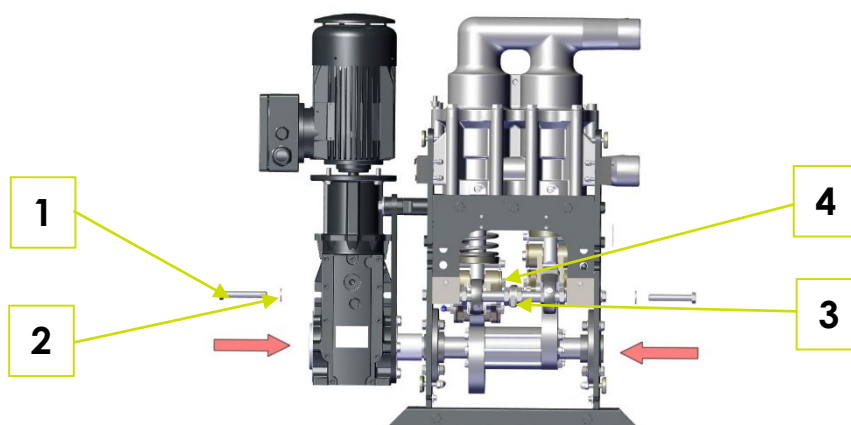

Fig. 7-5 : Montage des axes
2. Introduire les conduites de graisse dans les raccords à vis coudés (5)
3. À l'aide d'une clé à fourche de 19 mm, visser l'axe de transmission de la force transversale avec les deux vis hexagonales M12 x 80 (1) et la rondelle (2) (Fig. 7-5 : Montage des axes de transmission de la force transversale, mise en place de l'unité de pompe)
4. Relier les axes de transmission de la force transversale avec la barre (4).
5. À l'aide d'une clé à fourche de 30 mm, fixer la barre avec les quatre écrous hexagonaux M20 x 1,5 (3) au centre entre les deux balanciers à double articulation et serrer à 130 Nm.